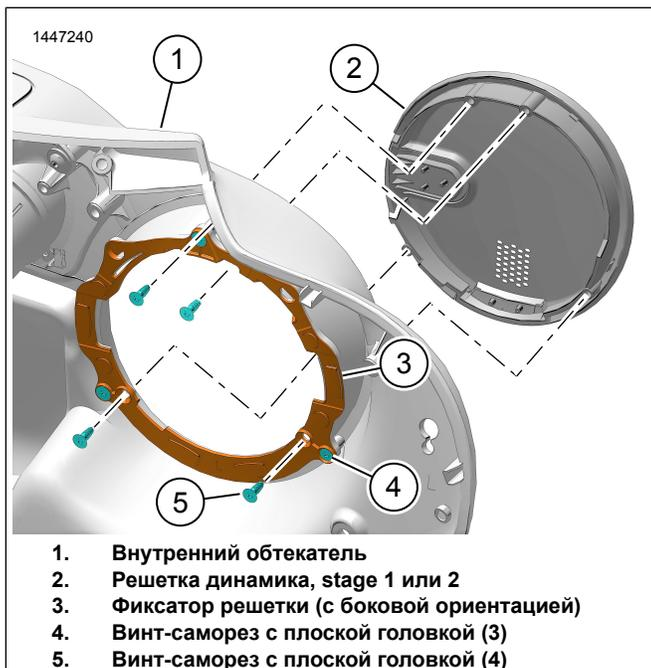

Рисунок 2. Решетка динамика в сборе
1. См. рис. 2. Установите фиксатор решетки на внутренний обтекатель.
- a. Установите фиксатор решетки (3) на внутренний обтекатель (1).
- b. Установите винты (4). Затяните.
2. См. рис. 2. Установите решетку динамика на внутренний обтекатель.
- a. Установите решетку динамика (2) на внутренний обтекатель (1).
- b. Установите винты (5). Затяните.